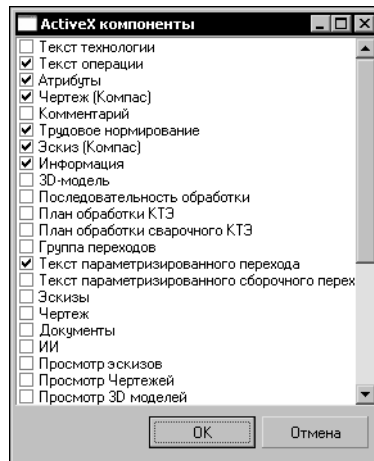

Рис. 18.13. Список вкладок ActiveX
2. В открывшемся окне **ActiveX компоненты** установите маркер напротив деревьев, вкладки с которыми следует добавить в список (рис. 18.13). Удаление вкладок из списка производится снятием маркера напротив соответствующих деревьев.